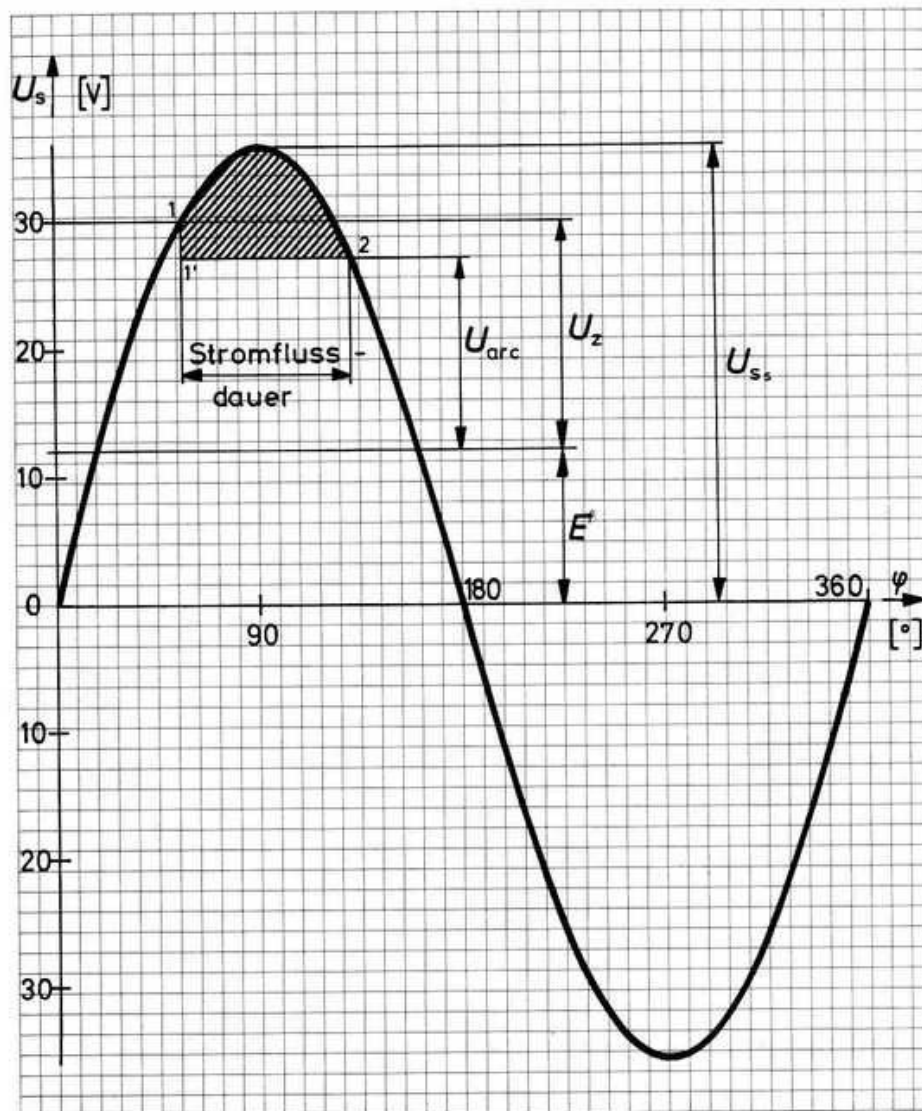

Bild 360
– Die Ermittlung erfolgt graphisch nach Bild 360: